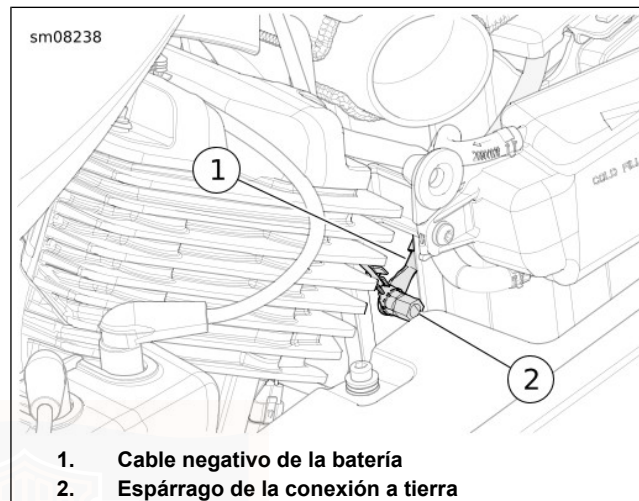

Figura 48. Cable de la conexión a tierra de la batería
9. Vea la Figura 48. Desconecte el cable negativo de la batería (1) del espárrago de la conexión a tierra (2).
5. Vea la Figura 48. Conecte el cable negativo de la batería (1) al espárrago de la conexión a tierra (2).